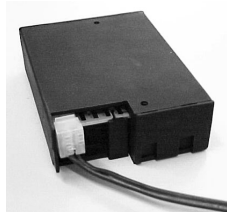

fig. 8
- Sluit de snoeren aan op de connectoren van het gasregelblok. De stekkers hebben verschillende maten en corresponderen met de connectoren op het gasregelblok (fig. 8).